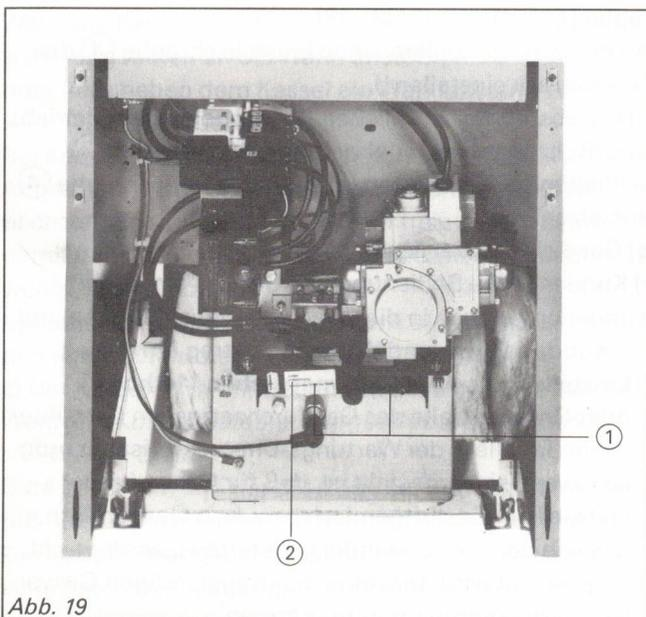
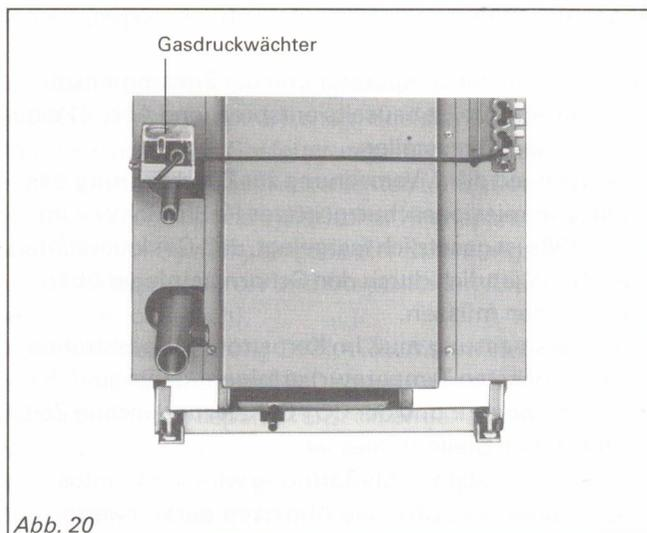

Abb. 19
Abb. 20
**c)** Gasdüse(n) ① (Abb. 19) aus dem Verteilerrohr ② herausschrauben (dazu das Verteilerrohr nicht abbauen).
**e) Achtung! Der Aufkleber auf dem Verteilerrohr ② kennzeichnet die Gasfamilie, Gasgruppe und die eingebaute(n) Düse(n). Dieser Aufkleber ist mit dem kleinen Aufkleber, der dem Umstellsatz beiliegt, zu überkleben.**
**f)** Deckel des Gasdruckwächters abschrauben (Abb. 20).